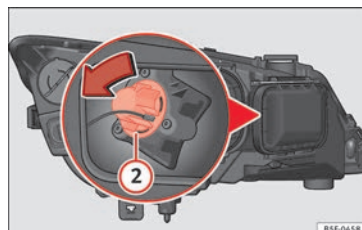

Abb. 106 Glühlampe für Blinklicht
- Drehen Sie den Lampenträger » Abb. 106 ② nach links und ziehen Sie.